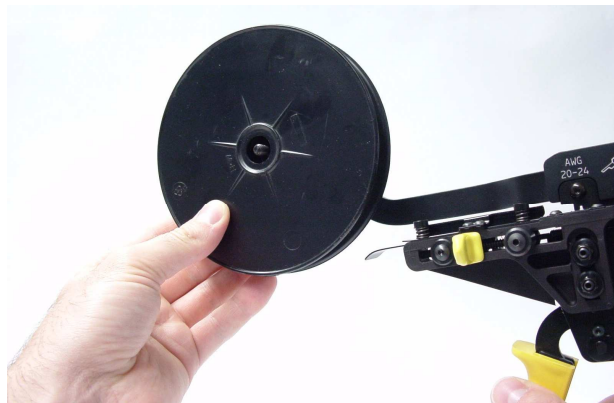

Abbildung 6
**3.** Die Rolle wird nun mit Hilfe der Rändelmutter auf dem Halter gesichert (siehe Abbildung 6).